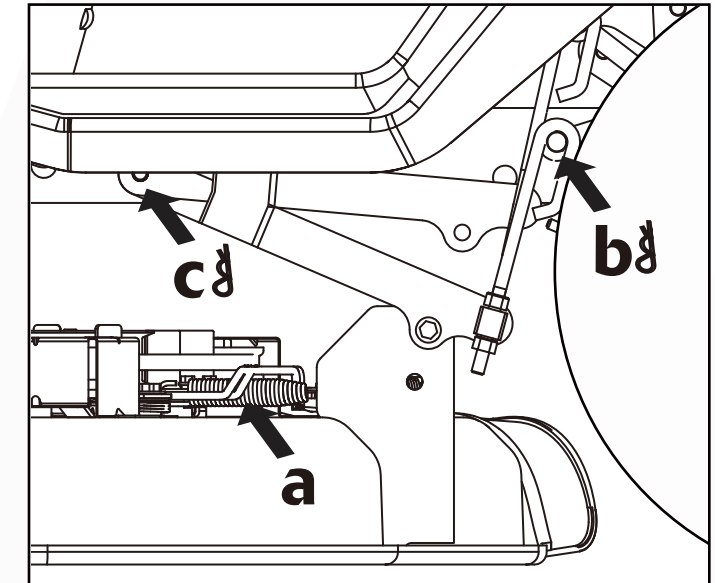
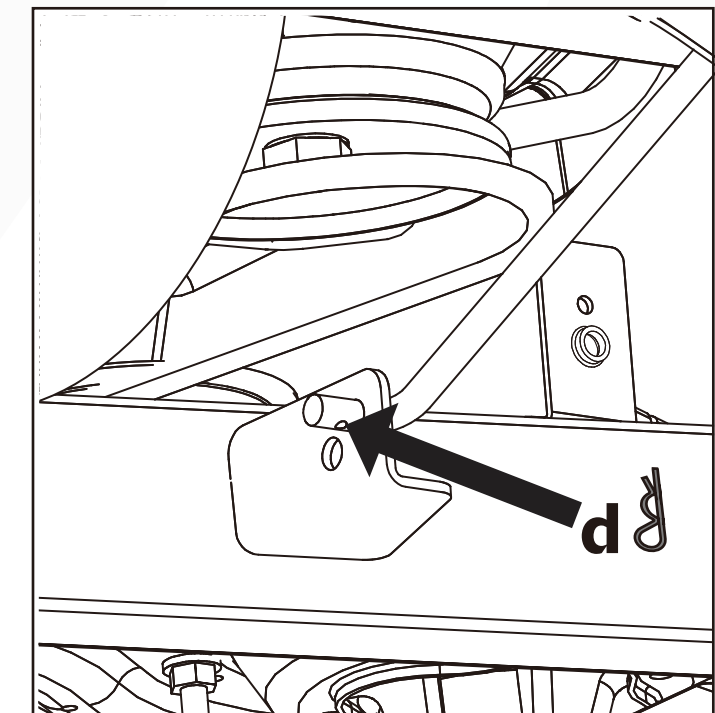

Fig. 24
Fig. 25
4. Desconecte el resorte del cable (a, Fig. 24) que conecta la cubierta al tractor.
5. Retire los 5 pasadores de enganche, 2 en la izquierda (b y c, Fig. 24), 2 en la derecha (la misma posición que se muestra en la izquierda) y 1 al frente (d, Fig. 25) que aseguran la cubierta en su lugar.